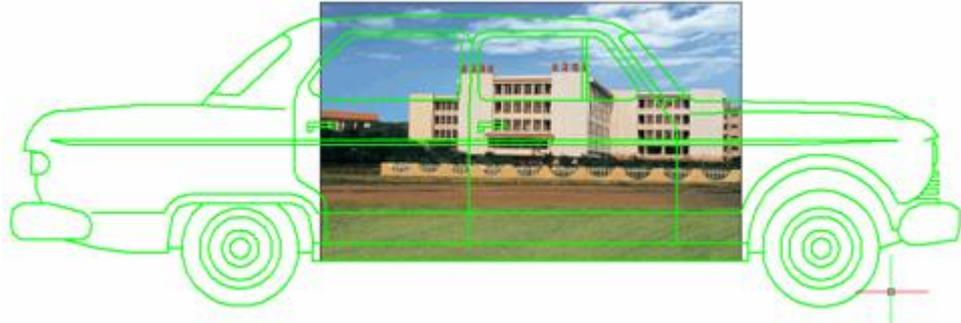

图 7-16 打开透明功能
1. ON 模式: 透明功能打开, 使图像后面的对象可见, 图像后的中望 CAD 画面显示出来, 如图 7-16 所示。